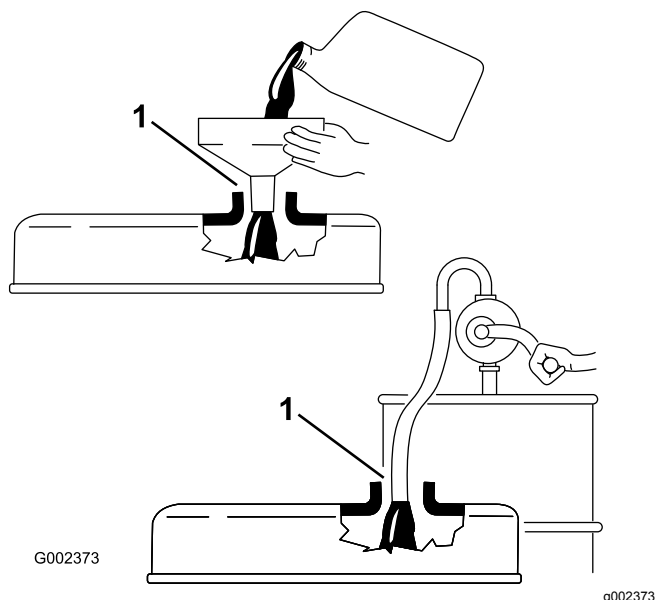

Figure 22
**Important:** Lorsque vous faites l'appoint ou le plein d'huile moteur, maintenez un espace entre le dispositif de remplissage et le goulot de remplissage dans le couvre-culasse, comme montré à la Figure 22. Cet espace est nécessaire pour permettre l'aération pendant le remplissage.